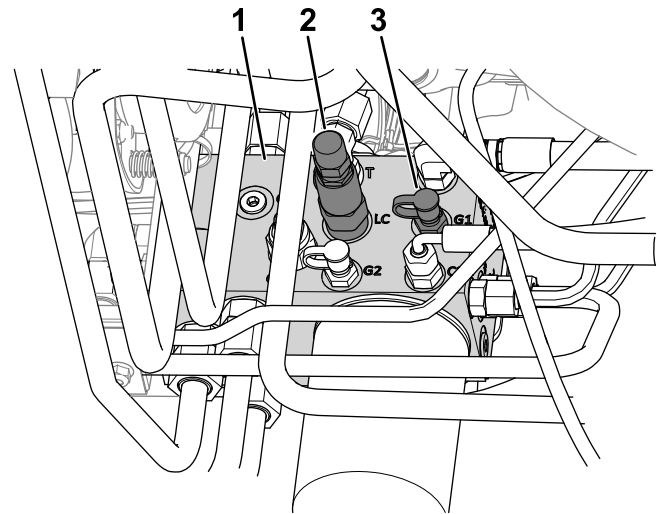

Figura 20
- Collegate un manometro alla porta diagnostica (con l'etichetta G1; fate riferimento a Figura 20).
- Cursore di trasferimento del peso (LC)
- Sul lato del collettore di sollevamento, rimuovete il cappuccio dalla porta diagnostica (con l'etichetta G1; fate riferimento a Figura 20).
- Allentate il controdado all'estremità del cursore di trasferimento peso (con l'etichetta LC; fate riferimento a Figura 20).